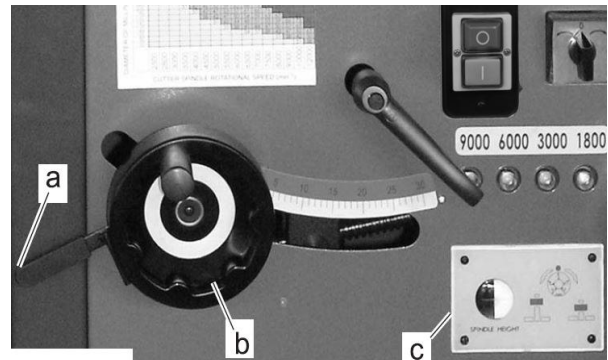

Abb. 28: Höhenverstellung der Spindel
Schritt 4: Mit dem Handrad (b) (Abb. 28) die Höhenposi-tion des Fräses einstellen.
Es ist darauf zu achten, dass der Fräser nicht mit der Abdeckung oder dem Anschlag in Be-rührung kommt. Die Position des Fräses kann an der Skala (c) (Abb. 28) abgelesen werden, welche sich rechts neben dem Handrad befin-det.